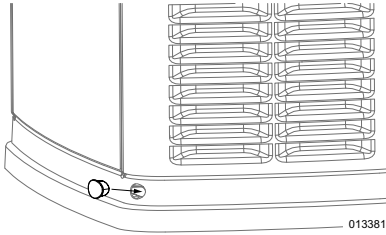

Figura 4-1. Instalação de plugues para a base
3. Consulte Figura 4-1. Instale os plugues para a base na base do gerador.